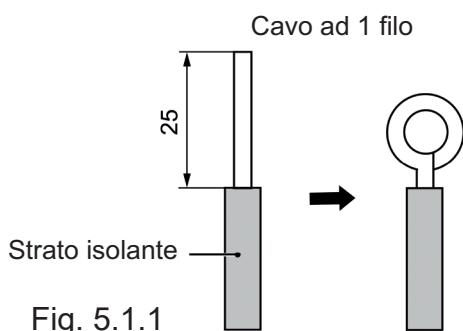

Fig. 5.1.1
- (1) Collegamento di un unico filo (come mostrato in Fig. 5.1.1)